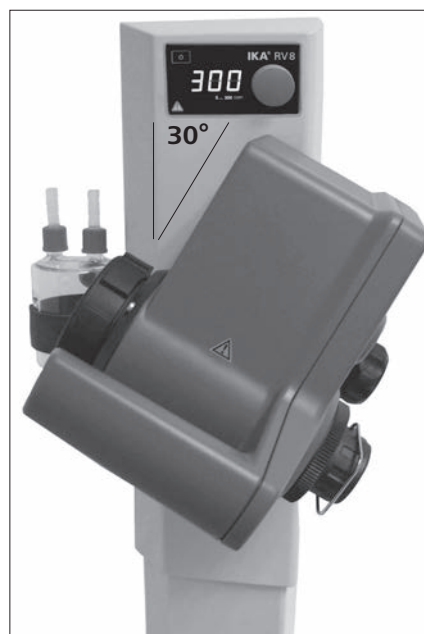

Fig.13
7) Установите привод под углом припл. 30°. (Fig. 13)